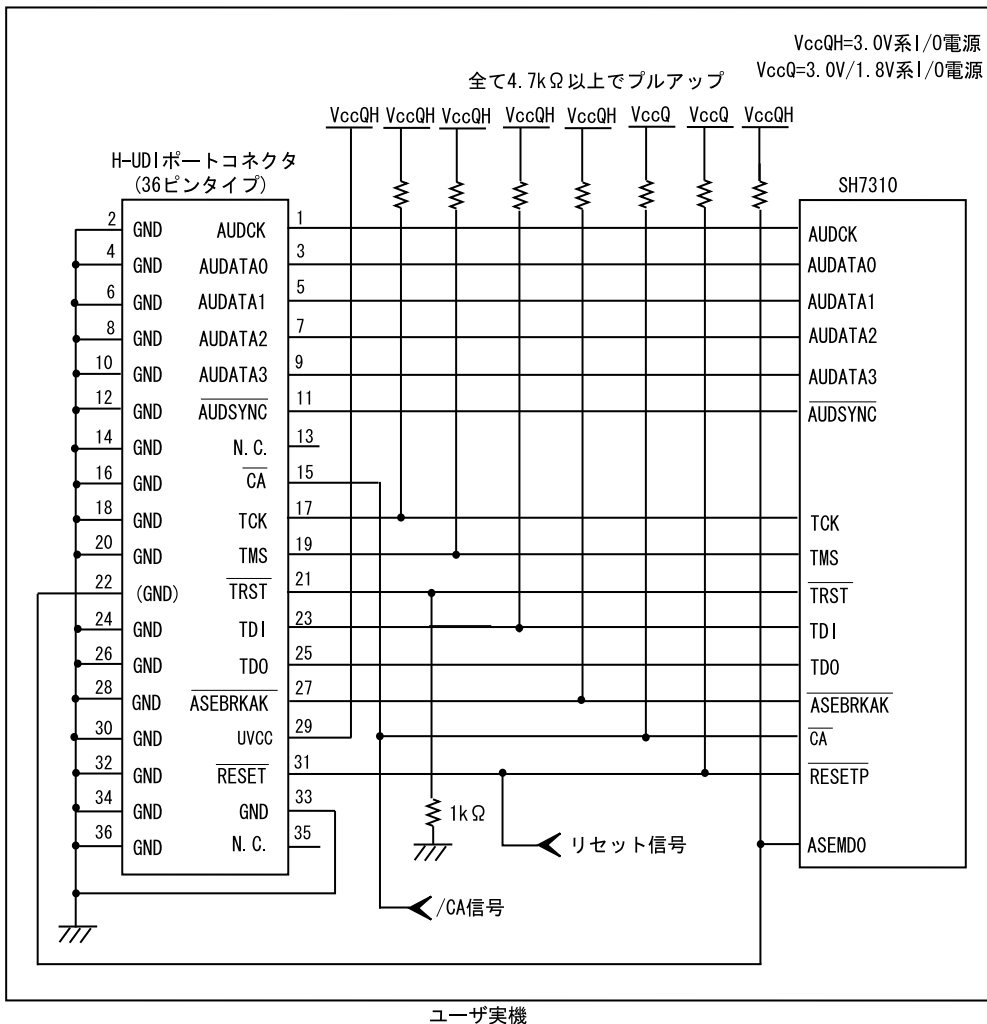

図 1.3 E10A-USB 使用時の H-UDI ポートコネクタ - チップ間の推奨接続例 (36 ピンタイプ UVCC 接続時)
- 図 1.3 推奨接続例で回路を組んだ場合の E10A-USB エミュレータのスイッチ設定：SW2=1, SW3=1 スwitch 設定の詳細は、「SuperH™ファミリ用 E10A-USB エミュレータユーザーズマニュアル デバッグ編 3.8 章 DIP スイッチの設定」を参照してください。